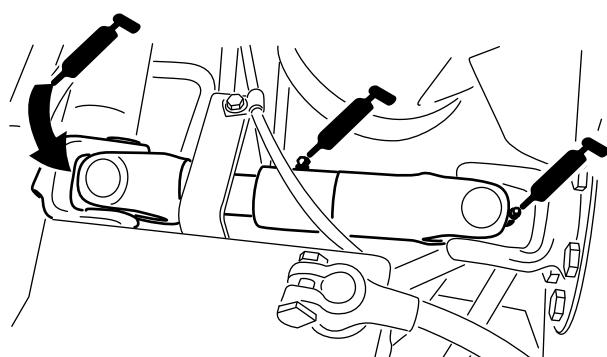

Figura 53
- Giunto ad U del semiasse fra motore e pompa (3) (Figura 53)